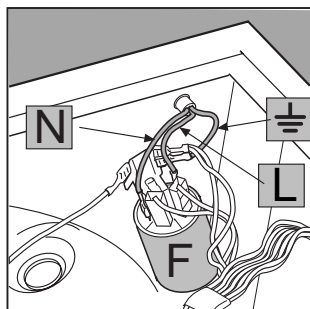

Fig. 14
3. Solte os cabinhos do filtro contra perturbações F [fig. 14], preste atenção à posição deles (cabinho Azul=N; cabinho Marrom=L), deixe por último o